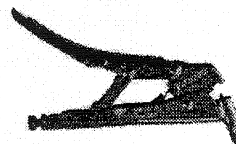

Fig. 4
1. specjalne szczypce jak na rys. 4